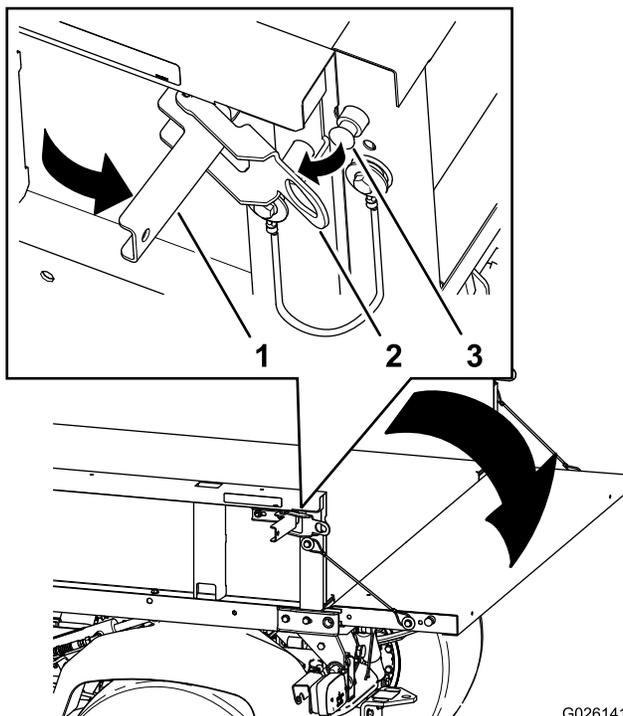

Рисунок 15
2. Откройте защелки на левой и правой сторонах грузового кузова и опустите откидной борт (Рисунок 15).